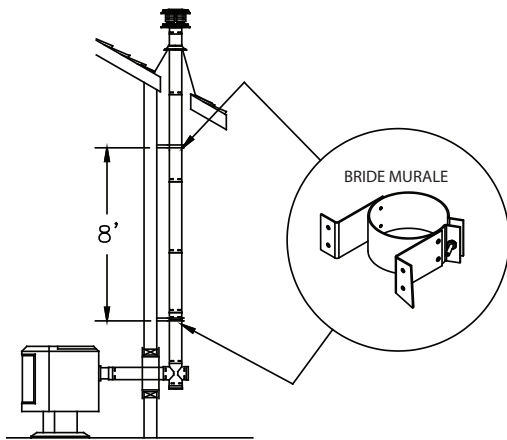
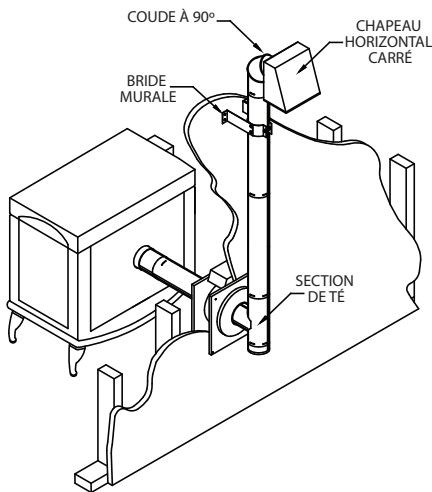

Figure 15
Figure 16
**D.** Poser une bride murale juste au-dessus du té. Des brides murales doivent être placées tous les 2,40 m (8 pieds) le long d'un conduit vertical extérieur (**Figure 15**). Si votre conduit vertical extérieur se termine à l'horizontale avant de pénétrer dans la ligne de toit, installer au moins une bride murale sur la section du conduit avant le coude à 90 degrés et le chapeau horizontal (**Figure 16**). En aucun cas, un chapeau vertical ne peut être installé à côté d'un mur vertical. PelletVent Pro offre